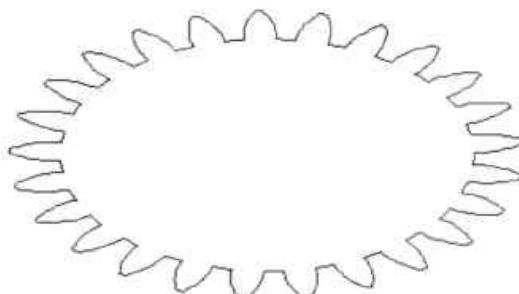

图12-49 转换成面域
**Step12** 执行“编辑多段线”命令，将修剪后的图形转换成面域，并执行“视图”命令，将视图切换至西南视图，如图 12-49 所示。